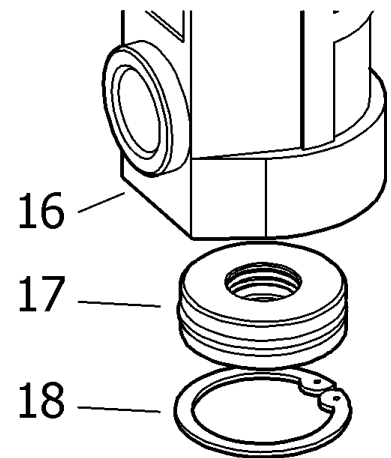
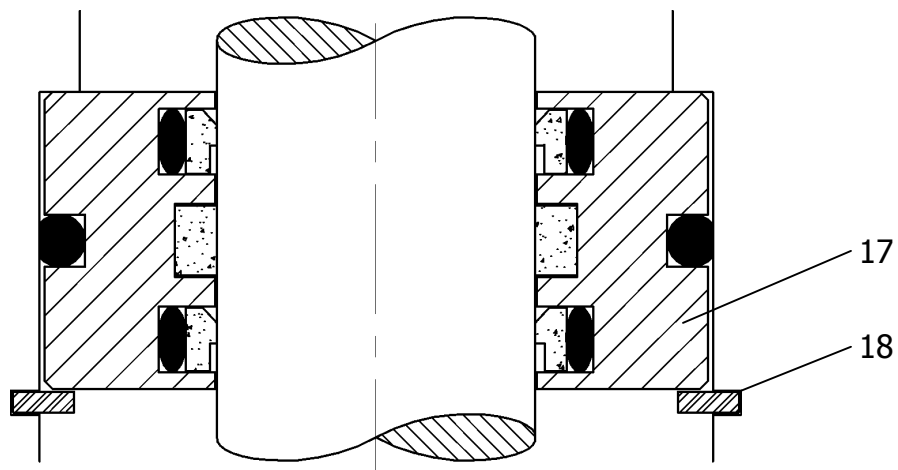

Fig. 11
Fig. 12
1. Follow the procedure for the air motor until the air piston (8) has been removed from the air motor body.
2. Remove the snap-ring (18) and the packing set (17) from the air motor body (16). Replace if damaged.
3. Assemble the pump following the previous instructions, reversing each step. **NOTE:** The packing set is directional and must be installed with the seals positioned as shown in fig.12. (Fig.11 and fig.12 reflect the same orientation of the pump.)
1. Seguir el procedimiento del motor de aire hasta haber extraído el vástago (8) del cuerpo motor.
2. Quitar el anillo de seguridad (18) y el conjunto empaquetadura (17) del cuerpo motor de aire (16). Sustituir en caso de deterioro.
3. Volver a montar en orden contrario. **NOTA:** El conjunto empaquetadura debe ser montada con las juntas según fig. 12.
1. Suivre les mêmes instructions données pour remplacer le moteur d'air jusqu'au moment d'extraire le piston (8) du corps moteur.
2. Retirer l'anneau de sécurité (18) ainsi que l'ensemble de porte-joints (17) du corps du moteur d'air (16). Remplacer ces pièces si nécessaire.
3. Remonter le tout en suivant le processus inverse. **NOTE :** S'assurer que l'ensemble des colliers a bien été remonté avec les joints comme il est indiqué sur la Fig.12.